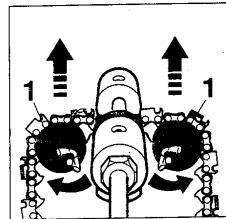

fig. 2
- 1- Far passare la catena attraverso i 2 supporti in plastica (1) (fig.2). Regolare l'altezza della catena facendo ruotare in modo opportuno i 2 supporti (1) (fig.2).